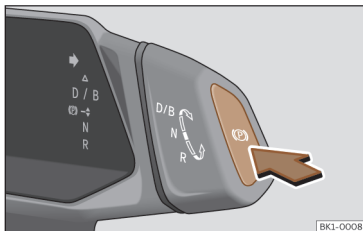

Fig. 125 No seletor de velocidades: botão do travão de estacionamento eletrônico.
• Com o veículo parado, pressione o botão >>> **Fig. 125**.
• Pressione o botão >>> **Fig. 125**. Ativa-se o travão de estacionamento eletrônico.